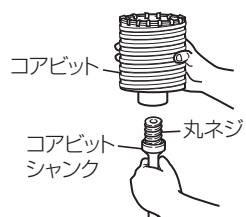
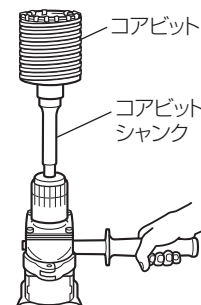

図 16
図 20
- (1) コアビットシャンクにコアビットを取付けます。(図 16)
本機に挿入したまま上向きにして 2 ～ 3 回無負荷運転で打撃させると丸ネジ (図 16 参照) がゆるみ、分解することができます。(図 20)